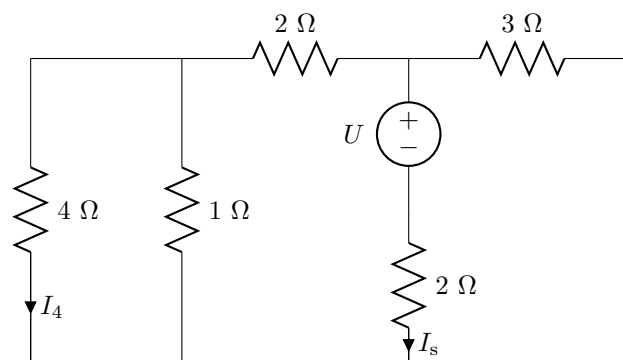

Figura 2.21: Circuito del problema 21.
21. En el circuito de la figura 2.21 calcula: a)  $U$ , si  $I_4 = 2,25 \text{ A}$ ; b)  $I_8$ , si  $U = 150 \text{ V}$ .